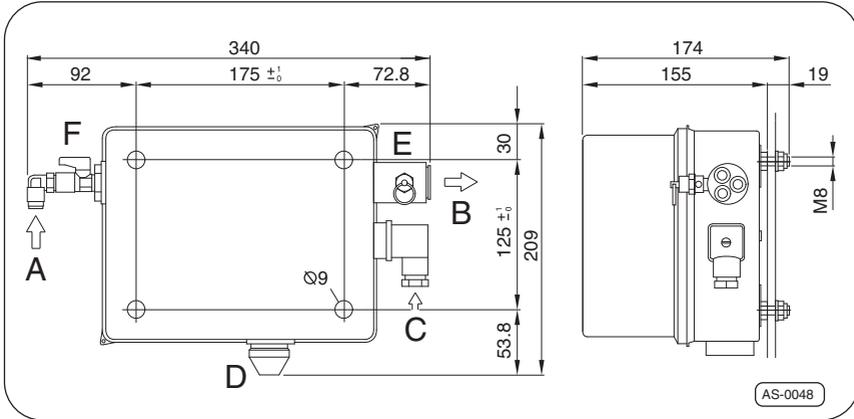

Fig. 9 · Montaje de la unidad de control
Taladrar los orificios de fijación conforme al dibujo en el lugar de montaje de la caja de distribución ⇒Fig. 9.
- Antes de iniciar el trabajo en el sistema o en los extremos de las ruedas, cerrar siempre la válvula de cierre ⇒Fig. 9–pos. F– y purgar el aire en la válvula de sobrepresión ⇒Fig. 9–pos. E–.
1. Montar en la salida triple de presión ⇒Fig. 9, –B– una salida con manómetro.
3. Abrir la válvula de cierre ⇒Fig. 9–pos. F–.